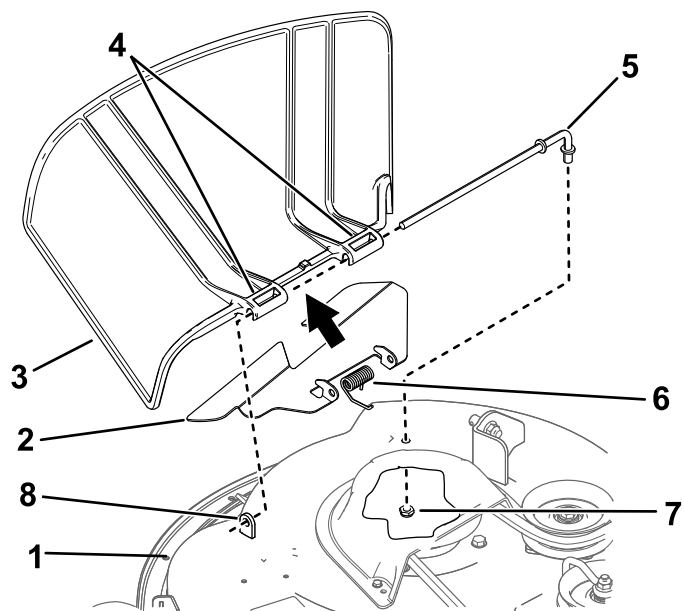

Рисунок 74
1. Отверните гайку ( $\frac{3}{8}$  дюйма) со стержня из-под нижней части газонокосилки (Рисунок 74).
2. Выдвиньте стержень из короткой проушины, пружины, дефлектора и отражателя травы (Рисунок 74).
4. Установите новый отражатель травы и дефлектор (Рисунок 74).
7. Проденьте стержень через дефлектор и второй шарнир отражателя травы (Рисунок 74).
9. Прикрепите задний конец стержня к газонокосилке с помощью гайки ( $\frac{3}{8}$  дюйма), как показано на Рисунок 74.